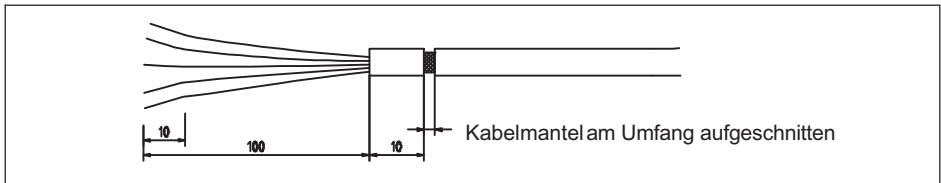

Abb. 4.2 Eingeschnittener Kabelmantel
1. Der Schirm ist zugänglich über einen eingeschnittenen Kabelmantel (*siehe Abb. 4.2*).